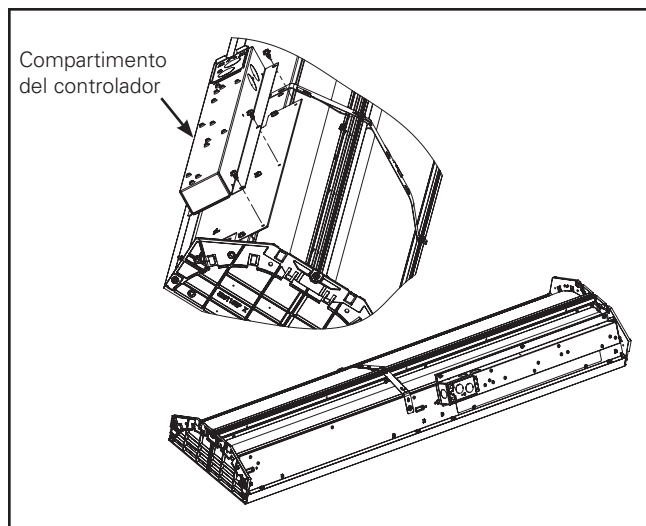

Figura 4.
4. Coloque el compartimento del controlador y ajuste los tornillos (Figura 4).